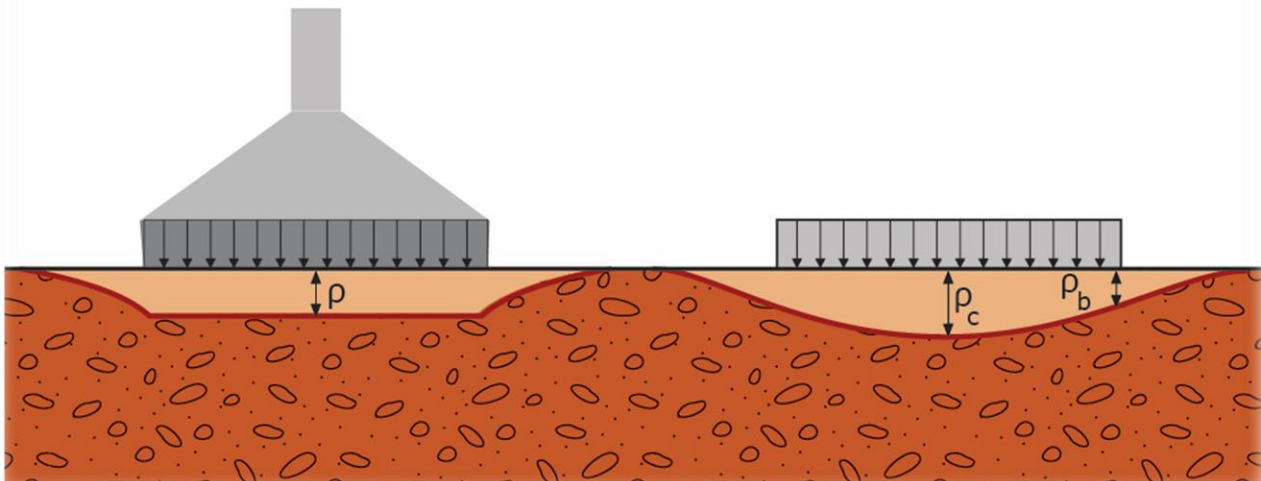

Figura 23: Diferença nas deformações entre sistema rígido (primeiro elemento mostrado, representando uma sapata) e flexível (segundo elemento)
**$I_p$** : Fator de influência que depende tanto da **forma**, da **rigidez** e da **profundidade** de apoio da sapata quanto do sistema de aplicação de pressões, que poderá ser por elementos rígidos (ex: sapatas de concreto), ou flexíveis (ex: aterros), conforme a Figura 23. Devido a essa multiplicidade de variáveis, o fator de influência é muitas vezes obtido por meio de ábacos;